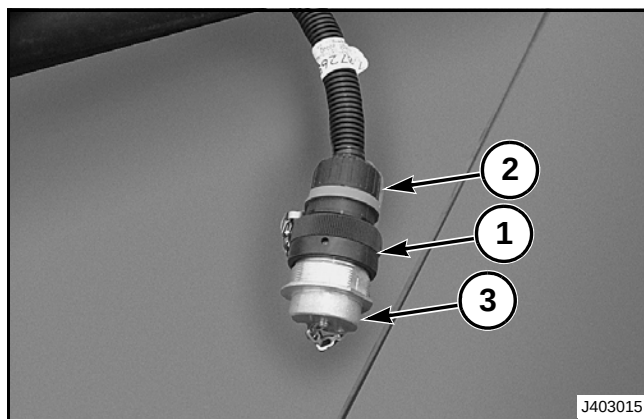

FIG. 21
**FIG. 21:** Gire el anillo de traba (1) en el enchufe del mazo de cables (2) hacia la izquierda para aflojar los conectores. Quite el mazo de cables eléctrico del cabezal de la toma de corriente del tractor. Coloque las tapas de protección (3) en el enchufe del mazo de cables del cabezal y en la toma del tractor.